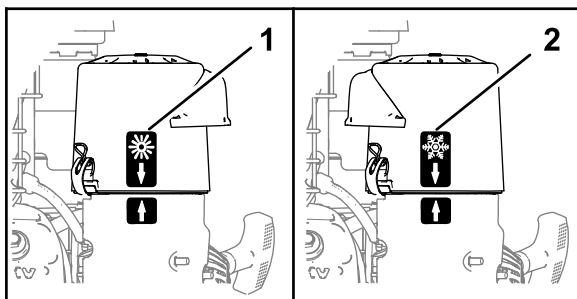

Bild 10
- Wenn Sie in **kalter Umgebungstemperatur** (kalte Lufttemperatur und Feuchtigkeit) arbeiten, stellen Sie die Luftfilterabdeckung so ein, dass der Schneeflockenaufkleber nach außen zeigt (Bild 10).
- Wenn Sie in **normaler Umgebungstemperatur** arbeiten, stellen Sie die Luftfilterabdeckung so ein, dass der Sonnenaufkleber nach außen zeigt (Bild 10).